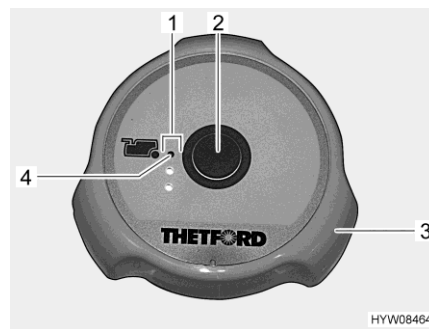

Bild 111 Spolknapp/kontrollampor (Thetford-toalett)
- Öppna spjället på Thetford-toaletten före spolning. Vrid då ratten (Bild 111,3) moturs.
- För att spola, tryck på den blå spolknappen (Bild 111,2).
- Efter spolning stängs spjället. Vrid då ratten (Bild 111,3) medurs.
Kontrollamporna (Bild 111,1) visar nivåindikeringen för latrintanken. Den röda kontrollampan (Bild 111,4) tänds när latrintanken måste tömmas.